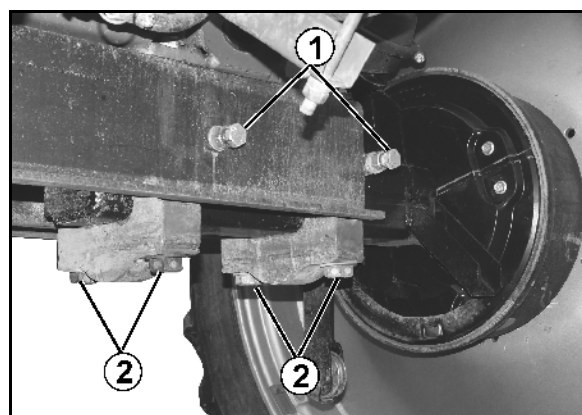

**Fig. 132**
Die einstellbaren Spurweiten sind abhängig von der Radmontage (Fig. 132):
5. Achshälfte in die gewünschte Position einschieben bzw. ausziehen. Hierzu Maß x von Außenkante Grundrahmen (Fig. 132/1) bis Mitte Spritzenrad ermitteln und Achshälfte entsprechend einschieben bzw. ausziehen.